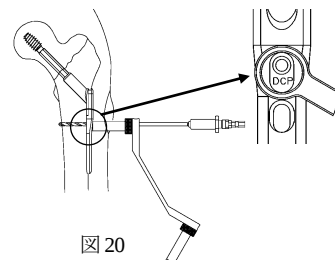

図 20
- 15) 3.8 ドリルポジショナの DCP 側をプレート 1 穴目に確実に合わせ、3.8 ドリルにドリルアダプタを接続し、穴あけを行います。(図 20)